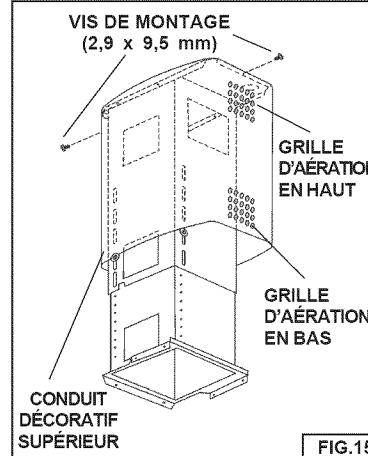

FIG.15
1. Installer et fixer le conduit décoratif supérieur sur la structure de support avec les (2) vis de montage de 2,9 x 9,5 mm. Fig. 15.